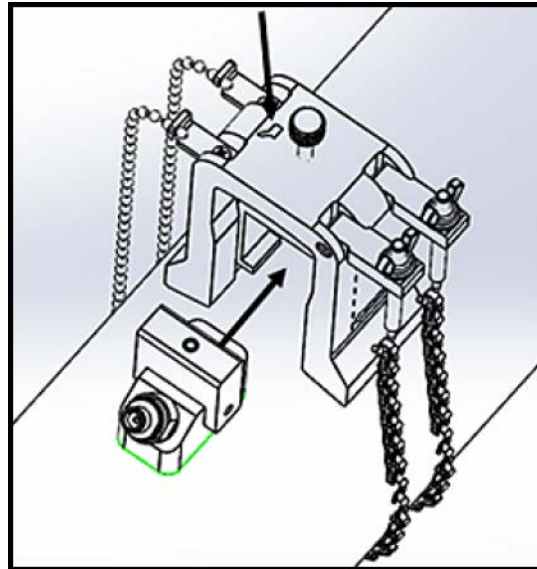

Figura 32: Inserte el transductor en el yugo
8. Afloje la rosca del yugo. A continuación, aplique acoplante a la superficie del transductor e inserte el transductor en el yugo, como se muestra en Figura 32 más abajo.